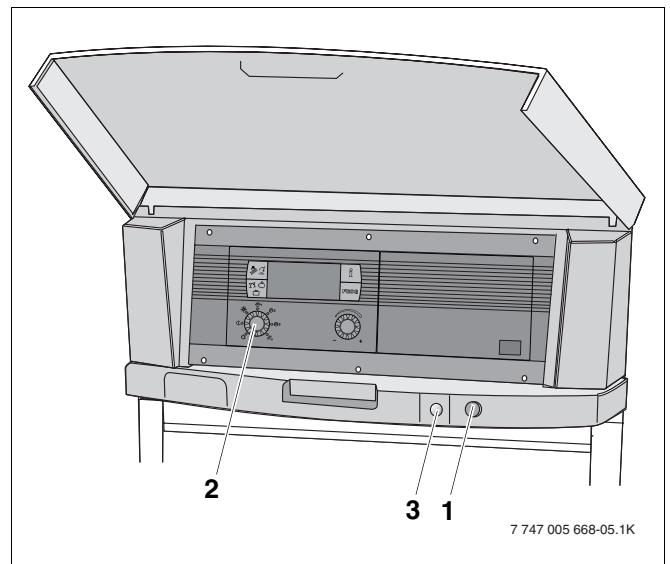

Abb. 24 Regelgerät
- Betriebsschalter (Abb. 24, **Pos. 1**) in Stellung „I“ (Ein) bringen.